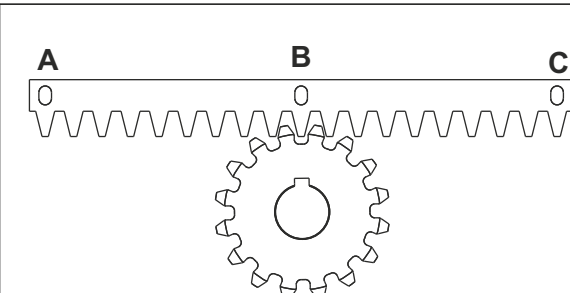
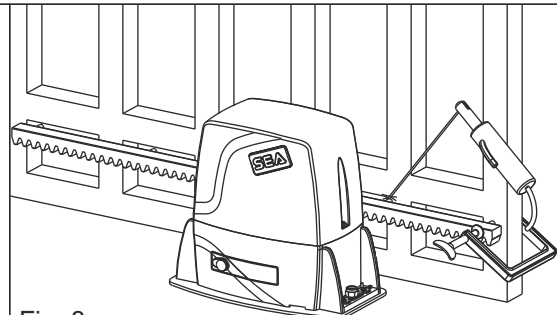

Fig. 7
Fig. 8
5.3. Placer l'élément de crémaillère sur le pignon denté de l'opérateur de façon qu'il soit parallèle à le guide de coulissement au sol; le positionner comme sur la Fig. 7 et souder électriquement le cliquet central **B** à la structure du portail (Fig. 8). Déplacer manuellement le portail jusqu'à ce que le cliquet **C** soit correspondant au pignon, donc le souder électriquement. Effectuer la même opération pour le cliquet **A** après l'avoir mis en correspondance avec le pignon;